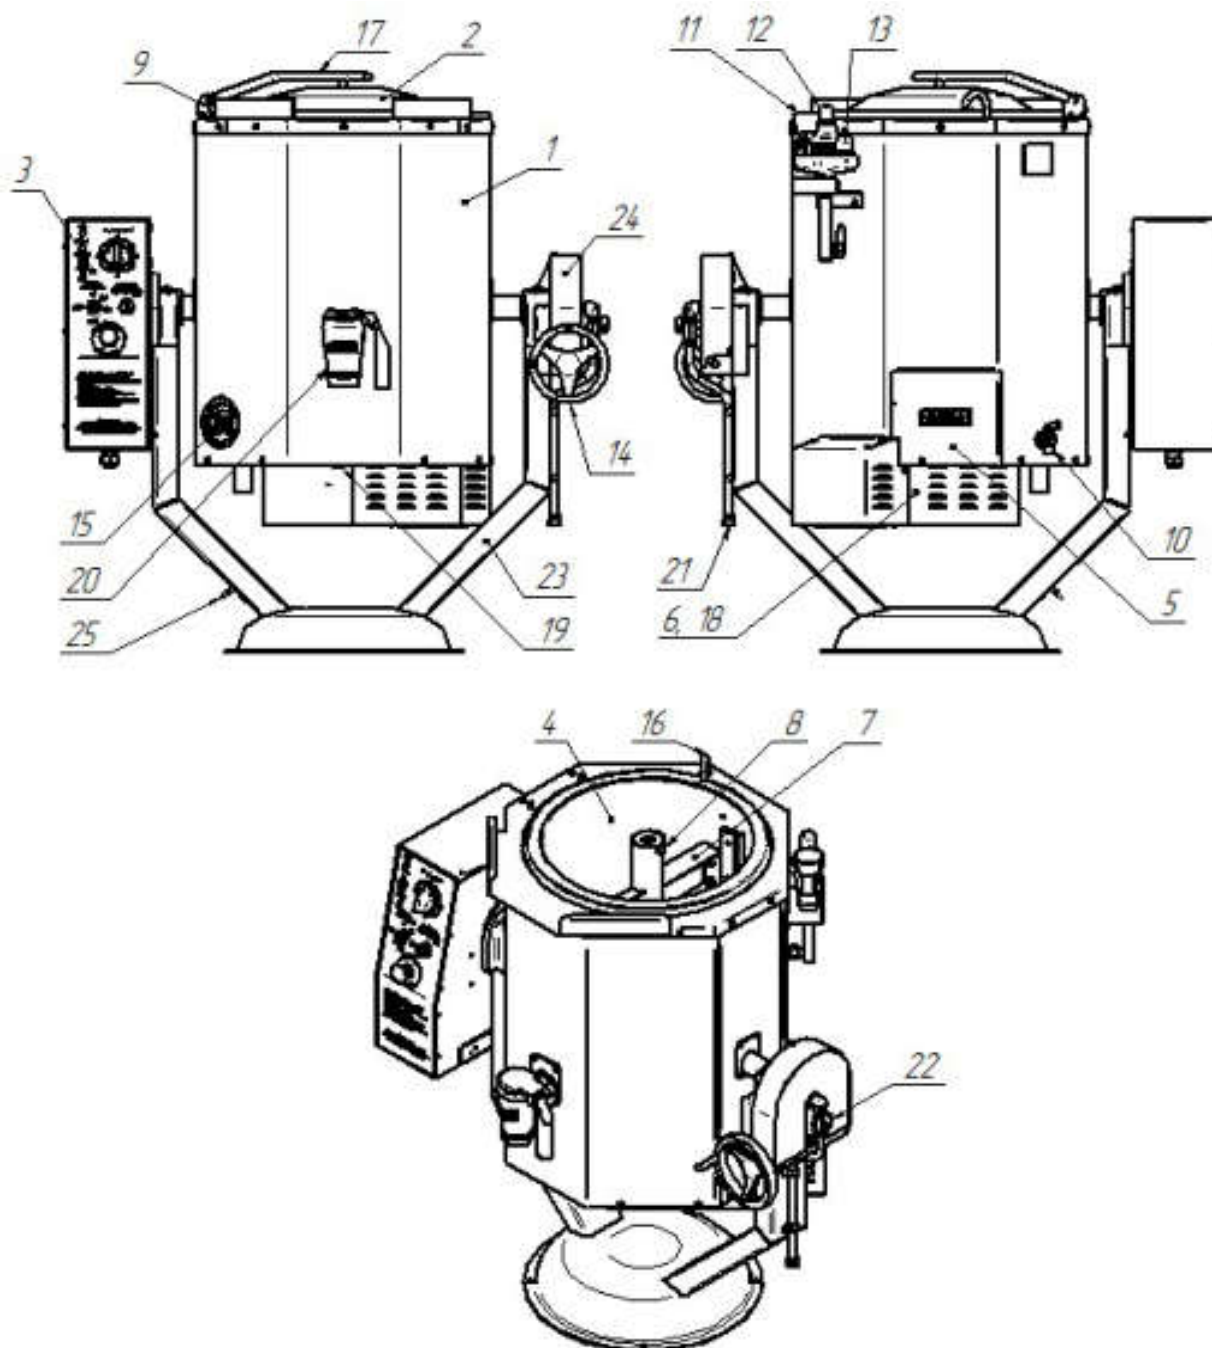
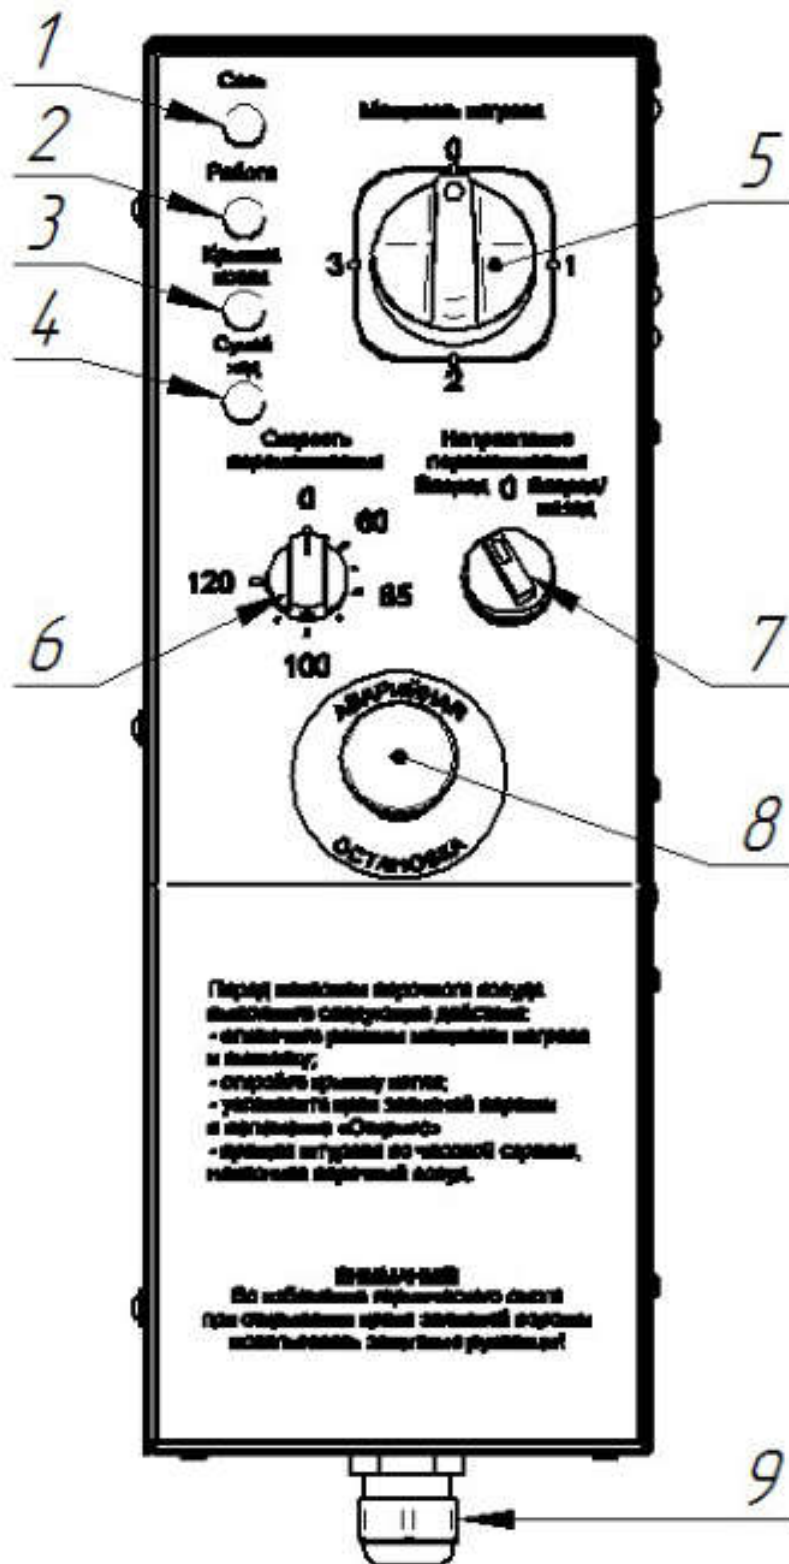
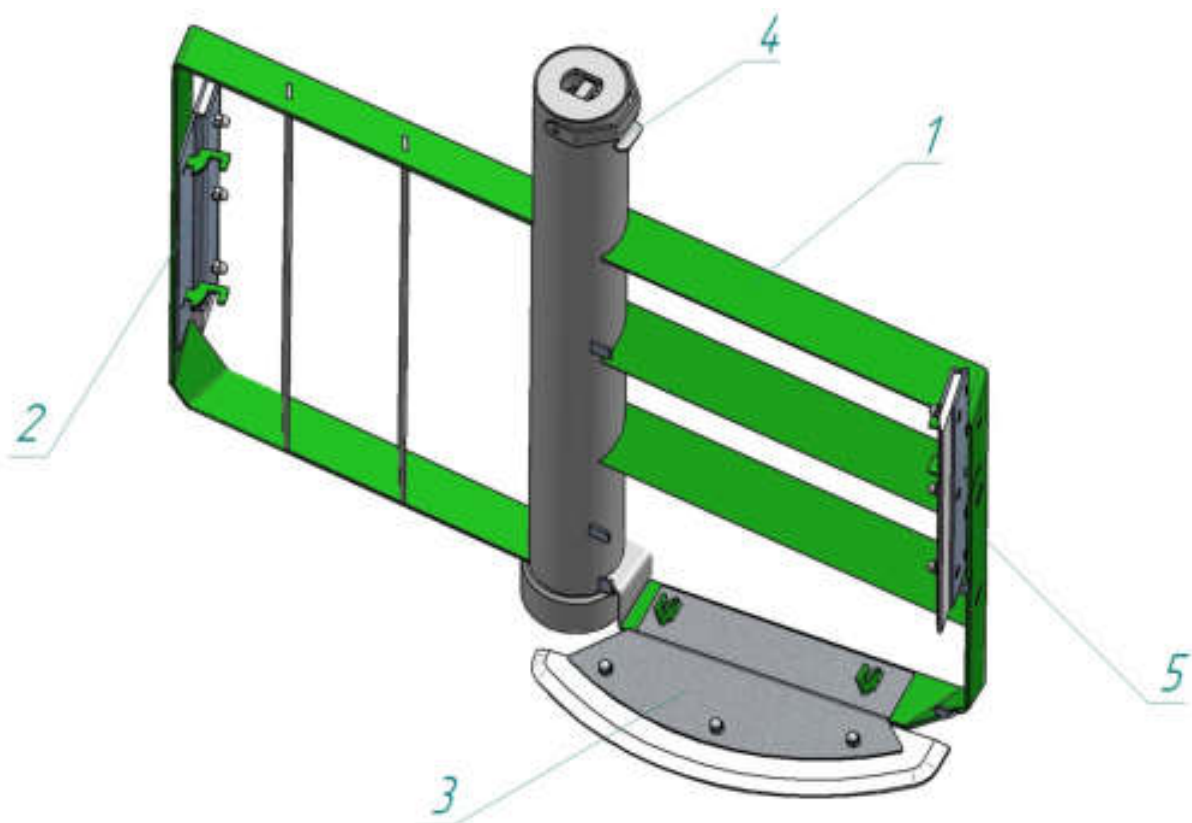

Рис. 1. Устройство котла
Рис. 2. Панель управления
Рис. 3. Внешний вид мешалки
Устройство котла приведено на рис. 1.
- варочного сосуда с защитной облицовкой (рис. 1 поз. 1);
- мешалки (рис. 1 поз. 7) со съемными скребками (рис. 3);
- рамы (рис. 1 поз. 23);
- крышки варочного котла (рис. 1 поз. 2);
- панели управления (рис. 1 поз. 3);
- ручного механизма изменения положения варочного котла (рис. 1 поз.24).
Залив воды в «рубашку» и контроль уровня воды в «рубашке» - ручной. На задней стенке котла установлен кран контроля уровня воды в «рубашке» (рис. 1 поз.10) и предназначен для ручного контроля верхнего уровня воды в «рубашке».
Вода в варочный сосуд подается через кран подачи воды в варочный сосуд (рис. 1 поз. заливной гусак (рис. 1 поз. 16). Подключение крана (рис. 1...3 поз.16) к водопроводной трассе осуществляется через шланг с резьбовой гайкой (G 1/2).
Для уменьшения выхода пара и для заправки продукта в котел оснащен крышкой (рис. 1 поз. 2). Для фиксации крышки котла в открытом положении предусмотрен фиксатор с ручкой (рис 1. поз. 9). Для закрытия крышки котла необходимо удерживая ручку крышки котла потянуть ручку фиксатора и закрыть крышку.
Снизу к «рубашке» крепится электродвигатель (рис. 1 поз. 18) с редуктором (рис. 1 поз. 6). Мешалка (рис. 1 поз.7) соединяется с редуктором через вал привода.
Мешалка и скребки для перемешивания продукта в варочном сосуде съемные. Для извлечения мешалки необходимо поднять фиксатор крепления (рис. 1 поз. 8) и снять мешалку с вала привода. Мешалка в рабочее положение устанавливается в обратной последовательности. Скорость вращения мешалки и направления вращения мешалки задается с панели управления котла (см. рис. 2).
Для управления скоростью вращения мешалки на панели управления установлен переключатель «Скорость перемешивания» (рис. 2 поз. 6). При установке ручки переключателя «Скорость перемешивания» в положение «О» мешалка не работает. При повороте ручки переключателя «Скорость перемешивания» по часовой стрелке происходит включение мешалки на заданной скорости.
Для задания направления вращения мешалки на панели управления установлен переключатель «Направление перемешивания» (рис. 2 поз. 7).
Работа мешалки дополнительно контролируется положением крышки котла – мешалка работает только при закрытом положении крышки котла. Для определения положения крышки на вале крышки котла установлен магнит. Напротив магнита, за облицовкой котла, установлен магниточувствительный датчик. Для визуального контроля положения крышки котла на панели управления предусмотрена световая сигнализация «Крышка котла» (см. рис. 2. поз. 3).
Для полного слива воды из «рубашки», при технологическом обслуживании, на основании варочного котла имеется патрубок закрытый резьбовой заглушкой G1/2 (рис. 1 поз. 19).
Расположенная на задней стенке котла контрольно-заливная арматура состоит из заливной воронки с краном (рис. 1 поз. 11), предохранительного клапана высокого давления (рис. 1 поз. 12) и предохранительного клапана низкого давления (вакуумного) (рис. 1 поз. 13).
Для контроля давления в пароводяной «рубашке» предусмотрен электроконтактный манометр (рис. 1 поз. 15). При давлении в «рубашке» выше значения верхней уставки ТЭНы отключаются. При снижении давления в «рубашке» до уставки нижнего значения уставки на электроконтактном манометре ТЭНы вновь включаются. Электроконтактный манометр расположен на передней стенке и настроен на верхнее рабочее давление 0,60 кгс/см2 и нижнее рабочее давление - 0,45 кгс/см2.
Котлы могут поставляться со сливным краном (рис. 1 поз. 20). Сливной кран предназначен для слива только жидкого продукта из варочного сосуда.
Устанавливая ручку переключателя «Мощность нагрева» (рис. 2 поз. 5) в положение «1», «2» или «3», что соответствует слабому, среднему и сильному нагреву, выбирается мощность нагрева. Отключение нагрева производится установкой ручки переключателя в положение «0».
Ручной механизм управления положением варочного сосуда установлен на правой стойке рамы (рис. 1 поз. 24). При вращении штурвала (рис. 1 поз. 14) по часовой стрелке варочный сосуд наклоняется вперед. При вращении штурвала против часовой стрелки варочный сосуд переводится в вертикальное положение.